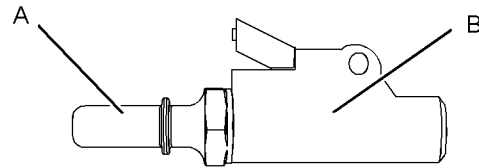

Abbildung 56
2. Die Schutzkappe (1) entfernen. Das Ventil (2) zum Entlüften eindrücken. Perkins empfiehlt die Verwendung eines Reifenfüllgeräts mit angebrachtem durchsichtigem Schlauch geeigneter Länge. Siehe Abbildung 56.